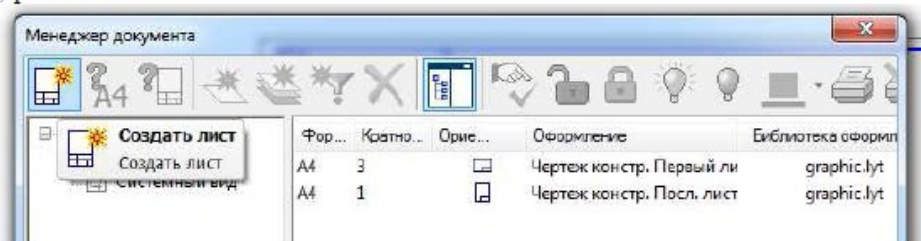

Рисунок 15 – Последующие листы
1. В головном меню выберите закладку *Сервис*, → *Менеджер документа* , в появившемся окне нажмите на значок "Создать лист" , в окне появится новая строка формата, рис. 15.